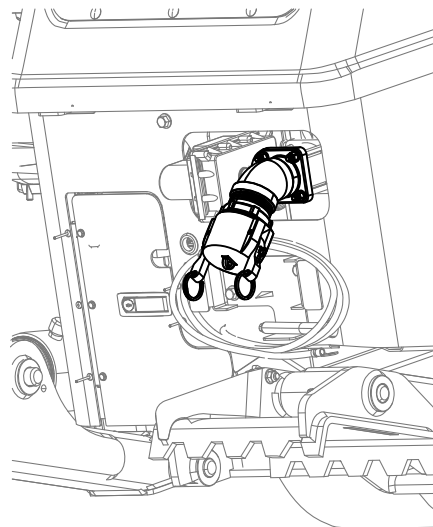

Рисунок 62
1. Поднимите рукоятки с эксцентриковыми зажимами на впускной крышке насоса и снимите крышку (Рисунок 62).